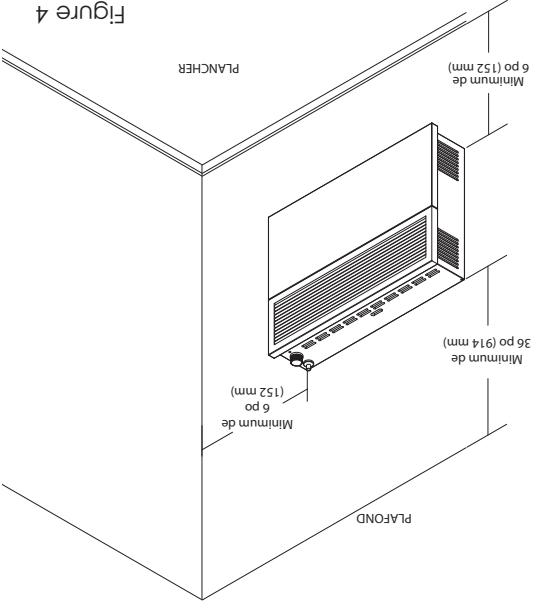

Figure 4
1. Dessinez la position du trou pour le tuyau d'admission d'air, en tenant compte des dégagements minimaux mentionnés dans la figure 4. Voir les dimensions du trou carré «D» et la hauteur au centre «C» dans le tableau 1 et la figure 5 pour les différents modèles. La hauteur «C» est le minimum recommandé.